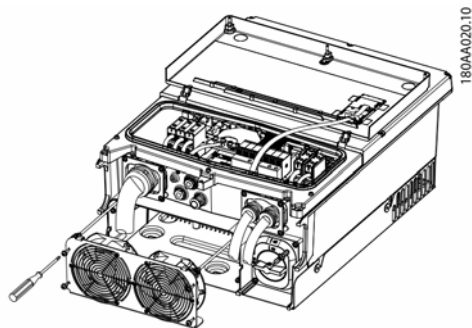

Рисунок 1.3
4. Вентиляторы находятся в нижней части инвертора. Отверните 4 винта (TX 20), фиксирующих блок вентилятора. См. рис. 1.3.